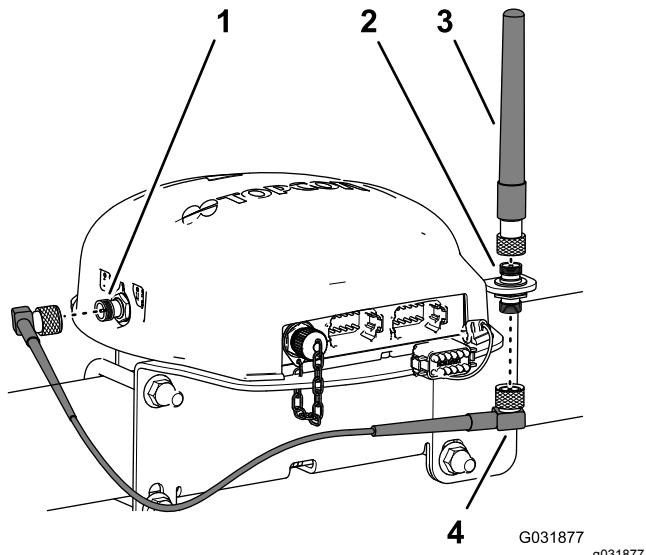

Bild 154
3. Befestigen Sie die RTK-Antenne am oberen Anschlussstück der Koaxialkupplung und ziehen die Mutter der Antenne mit der Hand an (Bild 154).
4. Befestigen Sie das Antennenkabel lose am unteren Anschlussstück der Koaxialkupplung (Bild 154).
5. Verlegen Sie das Kabel um die Rückseite des Navigationsempfängers zum Koaxialstecker des CDMA- oder GSM-Mobilfunkmodems (Bild 154).
6. Befestigen Sie das Antennenkabel am Koaxialstecker des CDMA- oder GSM-Mobilfunkmodems (Bild 154).